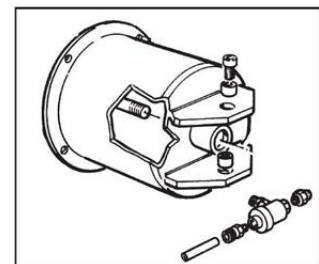

Fig. 5-7
- Pour nettoyer ou remplacer le silencieux du décolle-talon, se référer à la fig. 5-7 et appliquer les étapes 1 et 3 ci-dessus.